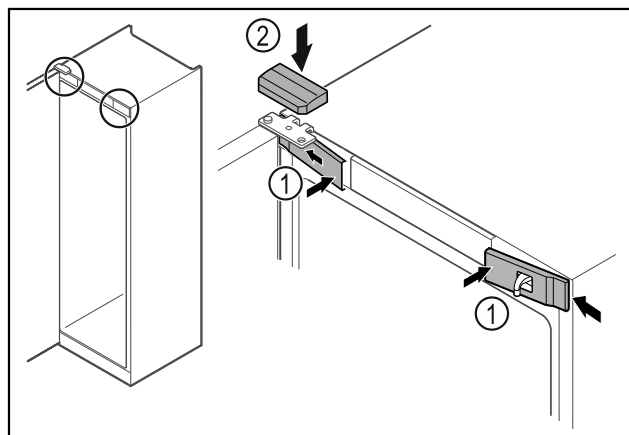

Fig. 50
- ▶ Voorste afdekkingen Fig. 50 (1) zijdelings bevestigen en vastklikken.
- ▶ Bovenste afdekking Fig. 50 (2) van boven vastklikken.